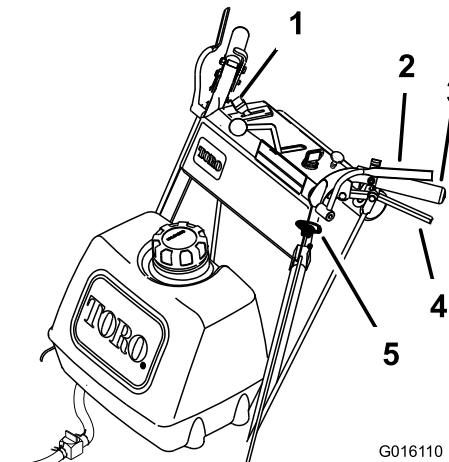

Bild 12
1. Zum Einkuppeln der Messer drücken Sie die Hebel der elektronischen Sicherheit gegen die Handgriffe (Bild 12).